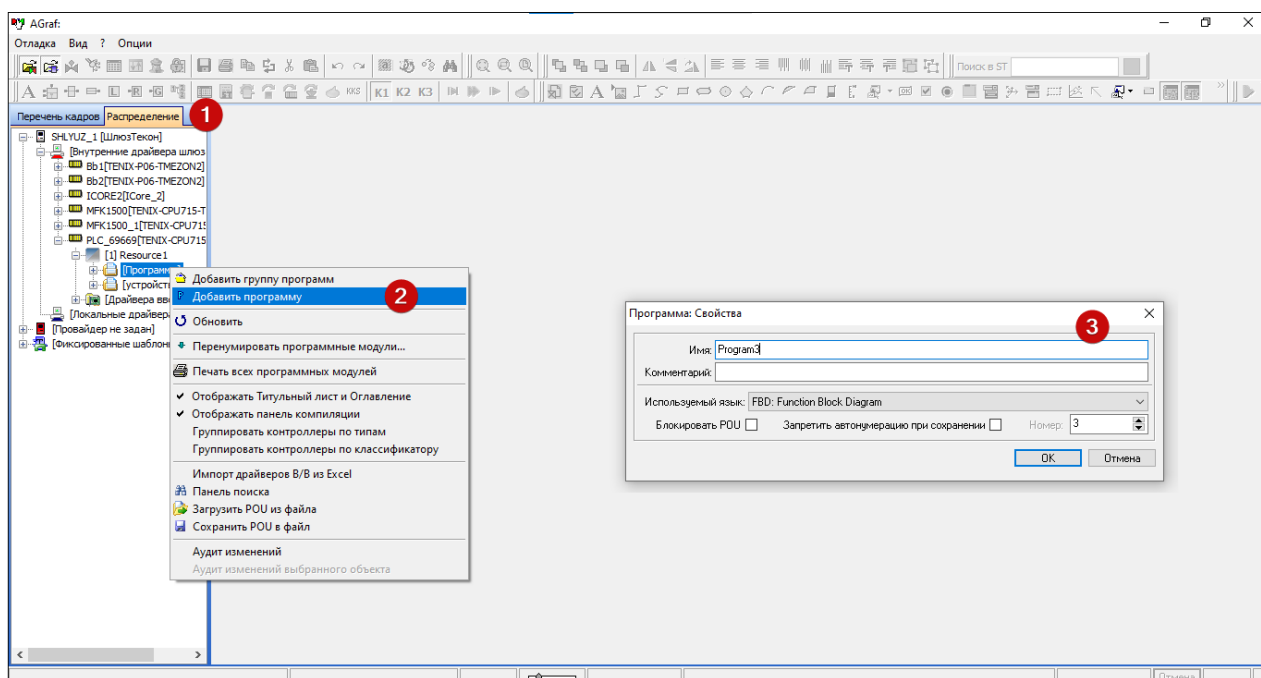

Рисунок 10.1. Добавление технологической программы
- 2) Перейдите на панель "Распределение" (рис. 10.1 [1]).
- 5) Выделите каталог "Программы" и в контекстном меню выберите пункт "Добавить программу" (рис. 10.1 [2]).
- 6) В открывшемся окне "Программа: Свойства" задайте имя программы и выберите используемый язык программирования (рис. 10.1 [3]).